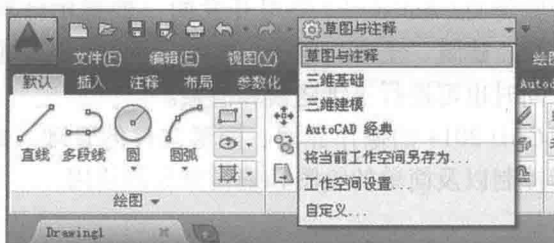

图 1-2 通过快速访问工具栏切换工作空间
- 快速访问工具栏中的工作空间下拉列表框，如图 1-2 所示。